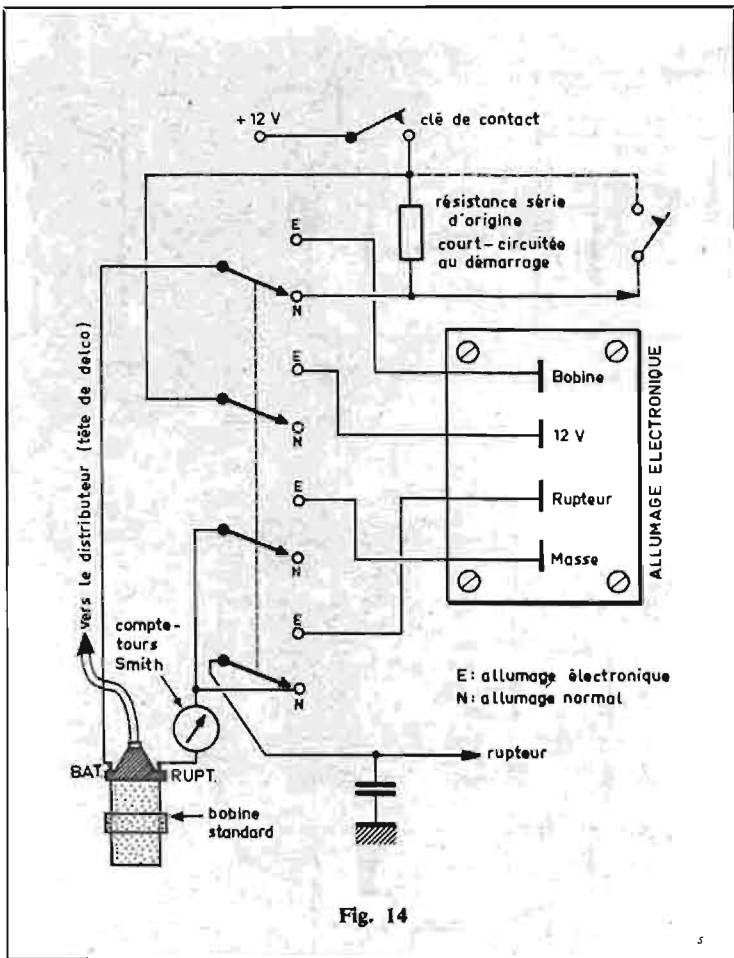

Fig. 14
R. Patrick (Paris 13^e) nous envoie le schéma de la figure 14 montrant le branchement d'un compte-tours Smith et la commutation allumage électronique - allumage normal. Nous l'en remercions vivement. (La voiture est une Ford-Angleterre.)